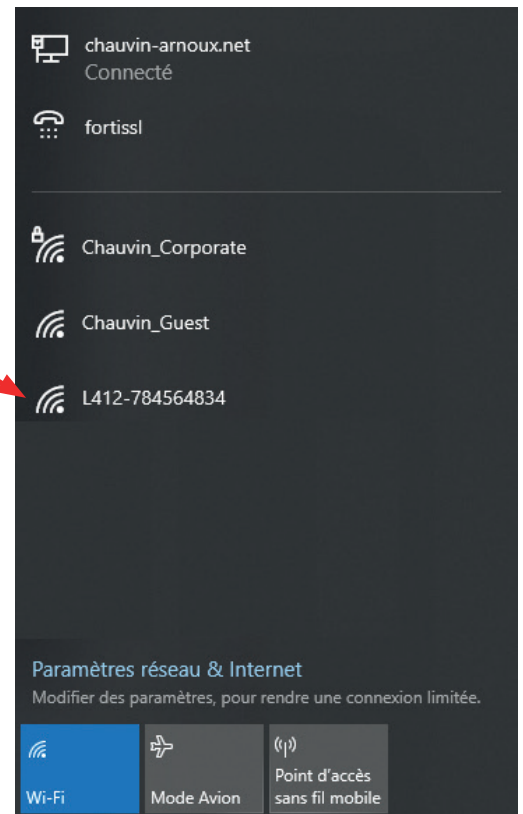

Bild 11
- Anslut datorn till routern enligt beskrivningen i Bild 11.